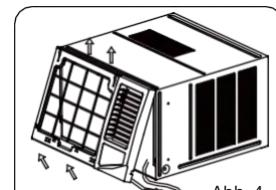

Abb. 4
2. Trennen Sie die Stecker und stellen Sie sicher, dass das Kabel des Temperatursensors nicht beschädigt wird. Halten Sie die linke Unterseite des Rahmens fest, heben Sie ihn an, um die Unterseite zu entriegeln, entfernen Sie ihn zu sich hin (siehe Abb. 4).